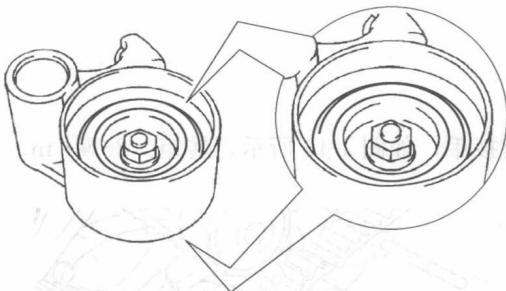

图 1-8 检查正时带惰轮
(3) 检查 1 号正时皮带惰轮分总成
- ① 目视检查惰轮的密封部分是否漏油，如图 1-8 所示。如果发现泄漏，则更换 1 号正时皮带惰轮分总成。
- ② 检查并确认惰轮转动顺畅。如有必要，则更换 1 号正时皮带惰轮分总成。
(4) 检查 2 号正时皮带惰轮分总成